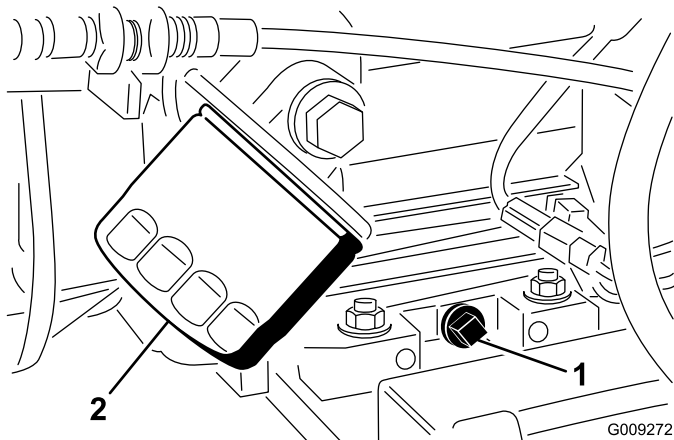

Figura 40
2. Retire el tapón de vaciado y deje fluir el aceite a un recipiente apropiado (Figura 40). Cuando el aceite deje de fluir, coloque el tapón de vaciado.
3. Retire el filtro de aceite (Figura 40).